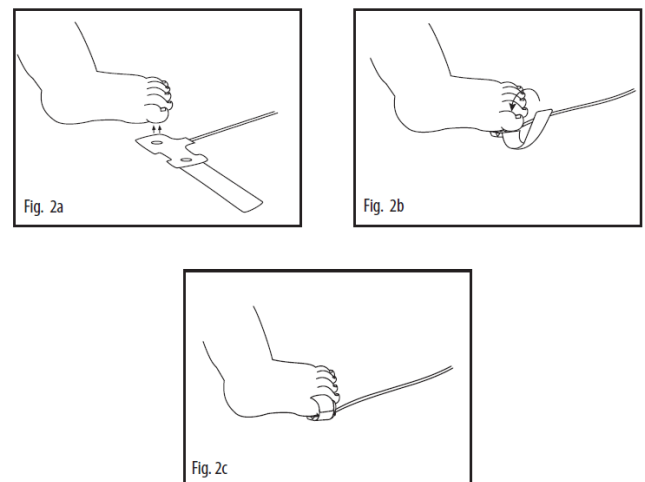

Fig. 24 Applicazione del sensore LNCS per neonati
- 2 Fare riferimento alle Fig. 2a nella Fig. 24: Posare il cavo del sensore in modo che sia rivolto verso il paziente o che scorra lungo la parte inferiore del piede. Posizionare il ricevitore sulla zona carno-sa dell'alluce.
- 4 Fare riferimento alle Fig. 2b nella Fig. 24: Avvolgere la striscia adesiva intorno alla punta e assicurarsi che il finestrino del trasmettitore (stella rossa) sulla parte superiore della punta sia esattamente allineato con il ricevitore.
- 5 Fare riferimento alle Fig. 2c nella Fig. 24: Controllare il corretto posizionamento. Correggere se necessario.